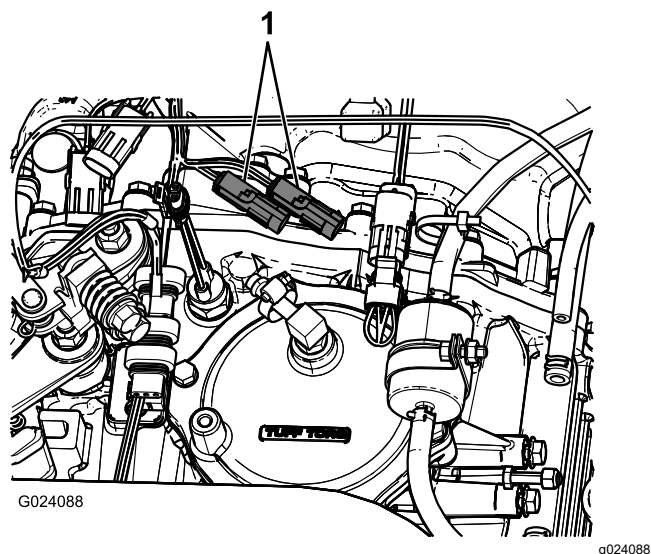

Figura 16
2. La transmisia mainii, conectai conectorul cu 3 pini al cablajului mainii pentru senzorul de viteză la conectorul cu 3 mufe al cablajului pulverizatorului pentru senzorul de viteză (Figura 16).